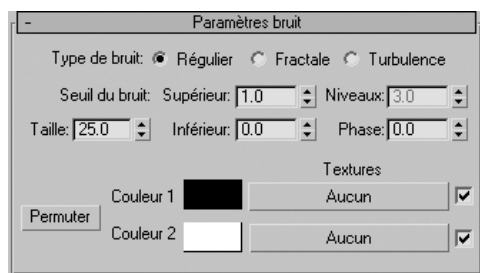

Fig.9.97
- [12] Dans le panneau déroulant **Paramètres bruit** (fig.9.97), cliquez sur l'échantillon **Couleur 1**, puis dans le Sélecteur de couleurs, définissez la couleur R=232, V=219, B=197.